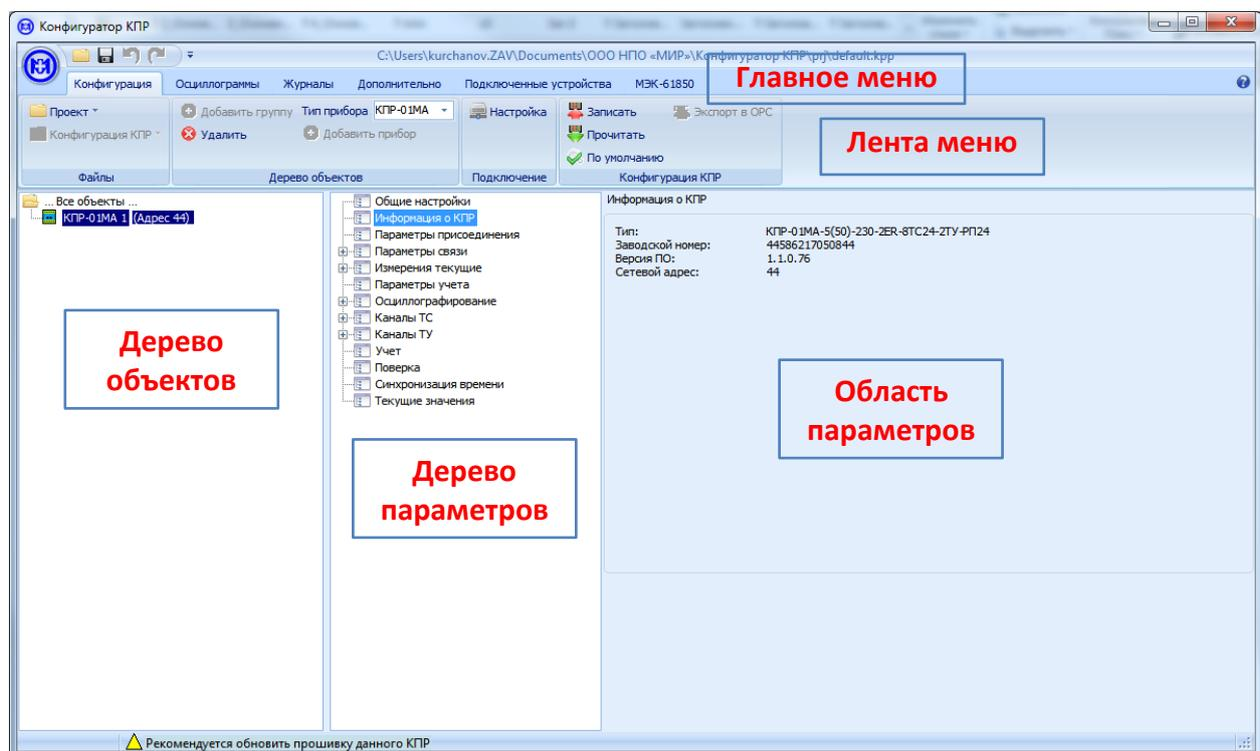

Рисунок 6.1 – Главное окно программы КОНФИГУРАТОР
- запустить программу КОНФИГУРАТОР. В дереве объектов выделить папку *Все объекты*. Выбрать пункт *Конфигурация – Дерево объектов – Тип прибора*, в выпадающем меню выбрать *КПП-01МА* и нажать кнопку *Добавить прибор* (рисунок 6.1);
Запустить программу КОНФИГУРАТОР. В дереве объектов выделить папку *Все объекты*. Выбрать пункт *Конфигурация – Дерево объектов – Тип прибора*, в выпадающем меню выбрать *КПП-01МА* и нажать кнопку *Добавить прибор* (рисунок 6.1).